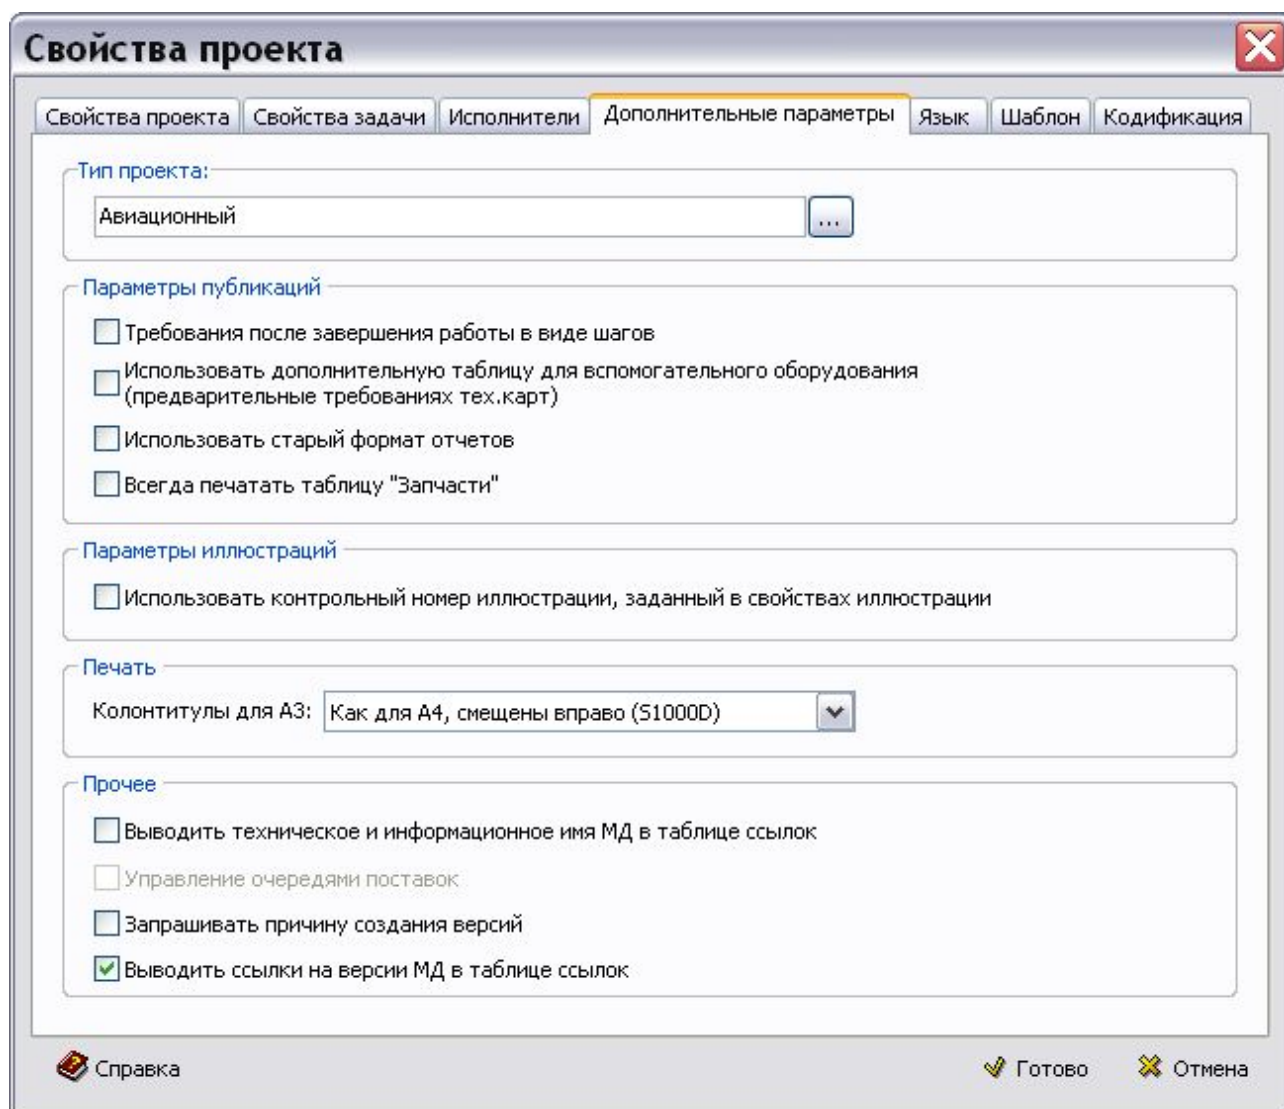

Рис. 2.29
В окне **Свойства проекта** перейдите на вкладку **Дополнительные параметры** (Рис. 2.29).
- **Использовать дополнительную таблицу для вспомогательного оборудования (предварительные требования техкарт).** В редакторе технологических карт для ввода данных о вспомогательном оборудовании по умолчанию доступна только таблица «Вспомогательное оборудование» (в соответствии с требованиями стандарта ASD S1000D). Для проектов, в которых необходимо иметь описание дополнительного вспомогательного оборудования (документация, приближенная к ГОСТ), есть возможность использовать «дополнительную» таблицу для ввода данных (см. раздел 5.4.4 «Вспомогательное оборудование»). Для этого в параметрах проекта необходимо выбрать опцию **Использовать дополнительную таблицу для вспомогательного оборудования (предварительные требования техкарт)** (Рис. 2.29).